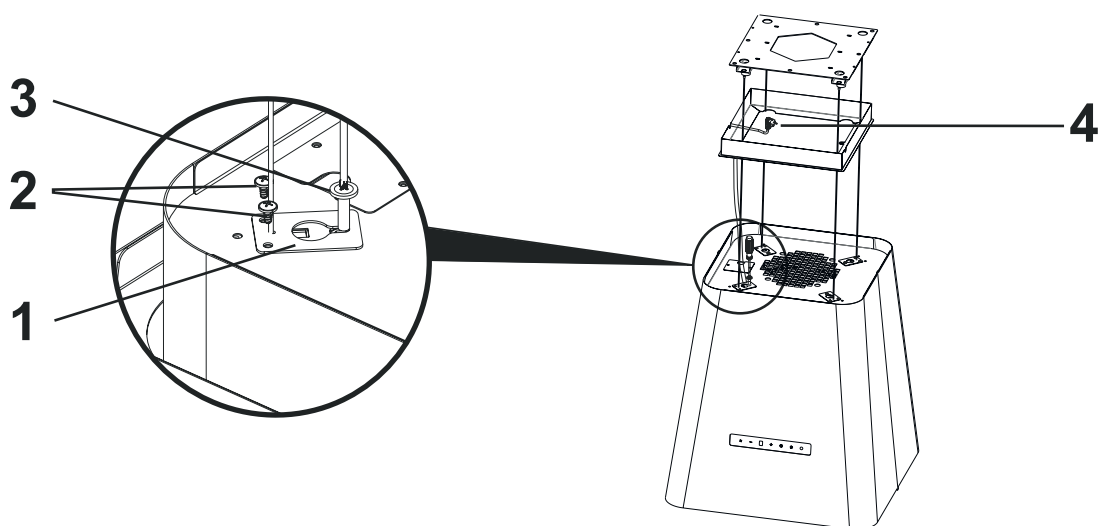

Fig. 13
1. ➤ Montare i 3 meccanismi di blocco sospensione a soffitto (1) sul corpo servendosi di viti 3.5 x 9.5 (2) e viti M5 x 15 (3).Fig. 13
2. ➤ Tirare il cavo di alimentazione (4) attraverso il cavo di alimentazione della piastra di sospensione per soffitto attraverso l'area (Fig. 13/ 5) ed effettuare i collegamenti elettrici. Chiudere il coperchio della piastra di sospensione per soffitto.